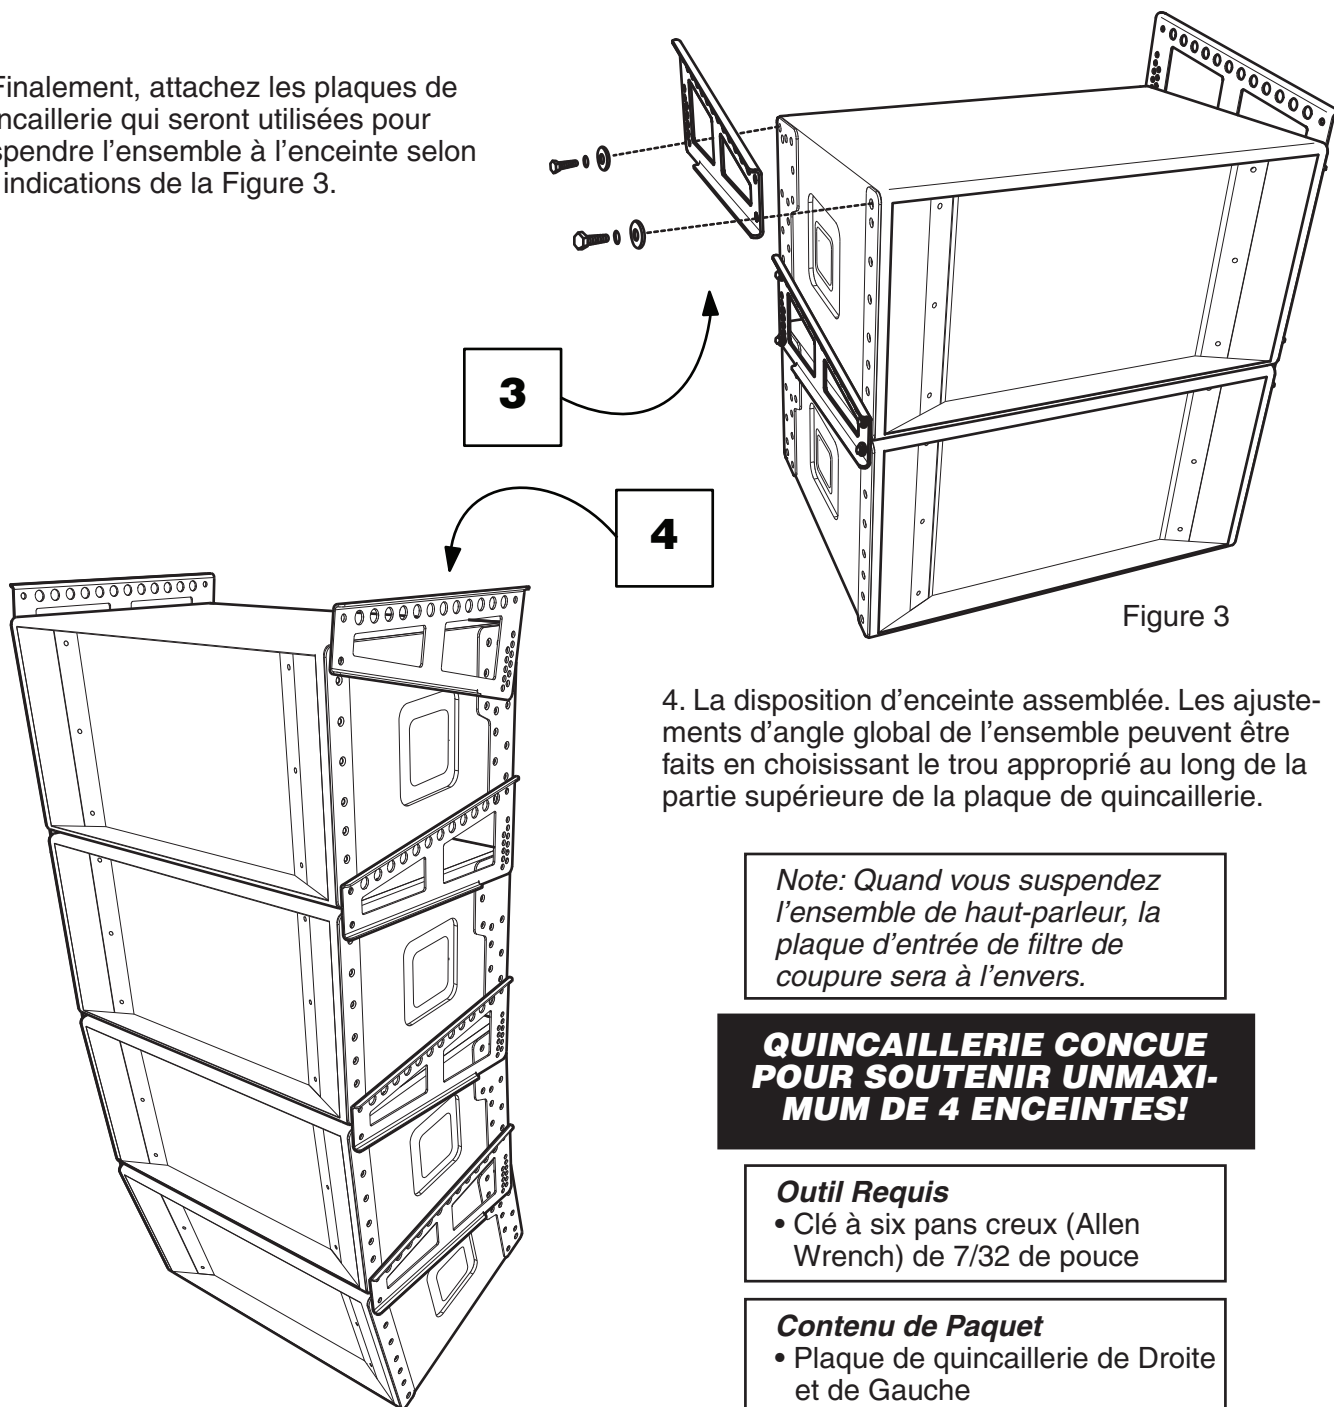

Figure 3
3. Finally, attach the rigging brackets that will be used to fly the array to the cabinet as shown in Figure 3.
3. Finalement, attachez les plaques de quincaillerie qui seront utilisées pour suspendre l'ensemble à l'enceinte selon les indications de la Figure 3.